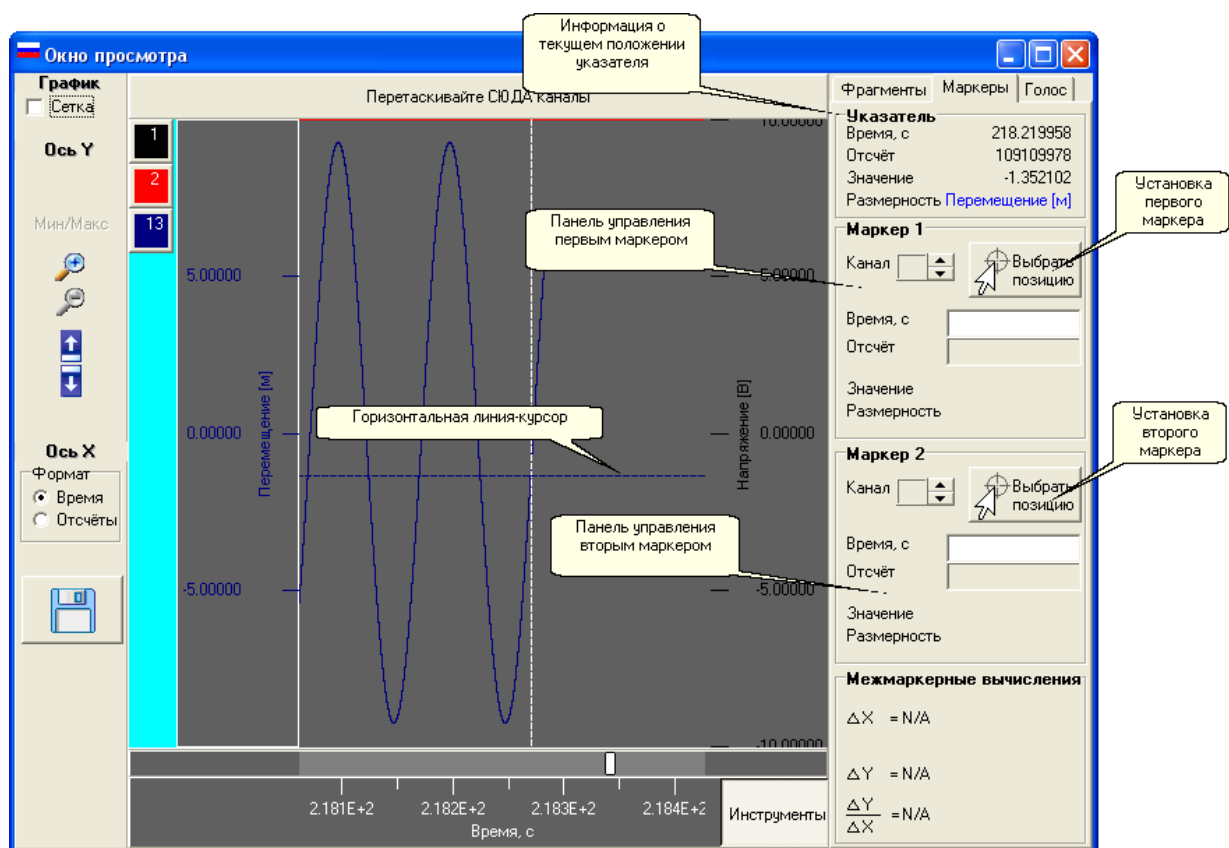

Рис. 16
4.2.3.2. На вкладке «Маркеры» (рис. 16) в области «Указатель» содержится информация о текущем положении курсора для выделенного канала.